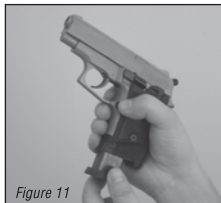
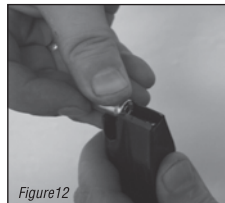
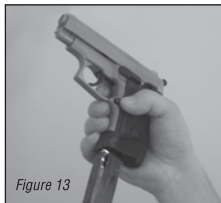

Figure 11
Figure 12
Figure 13
Pressez le bouton du chargeur (Figure 11) et enlevez le chargeur de son foyer en le tenant par le fond (14 de 9x22mm pour cal.9) chargez les cartouches dans le chargeur (figure12) remettez le chargeur en place et poussez jusqu'à entendre le bruit de dé clic.
- Enlevez le chargeur de son foyer en pressant le bouton indiqué par la flèche sur la figure 11.
- 2 Chargez les cartouches dans le chargeur (figure 12)et montez le chargeur dans l'endroit prévu dans le pistolet.(figure13)